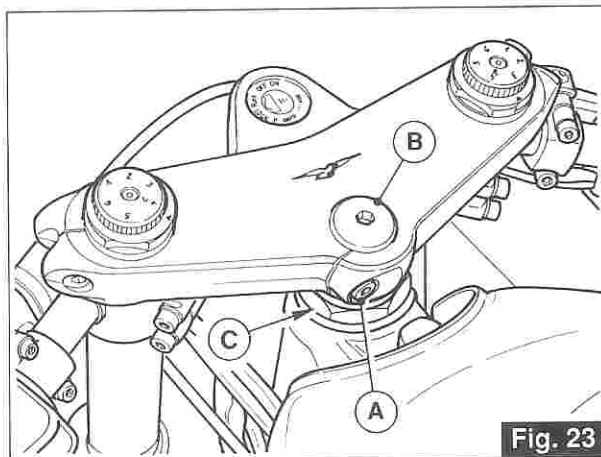

Fig. 23
5.4 REGISTRAZIONE DELLO STERZO (fig. 23)
5.4 ADJUSTING THE STEERING (fig. 23)